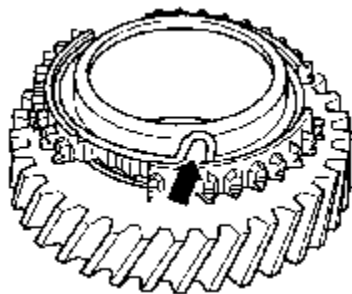

图 9-76 把弹簧置入换挡齿轮
(7) 把弹簧置入换挡齿轮中，弹簧绕曲的一端（箭头）必须钩入换挡齿轮的孔，如图 9-76 所示。